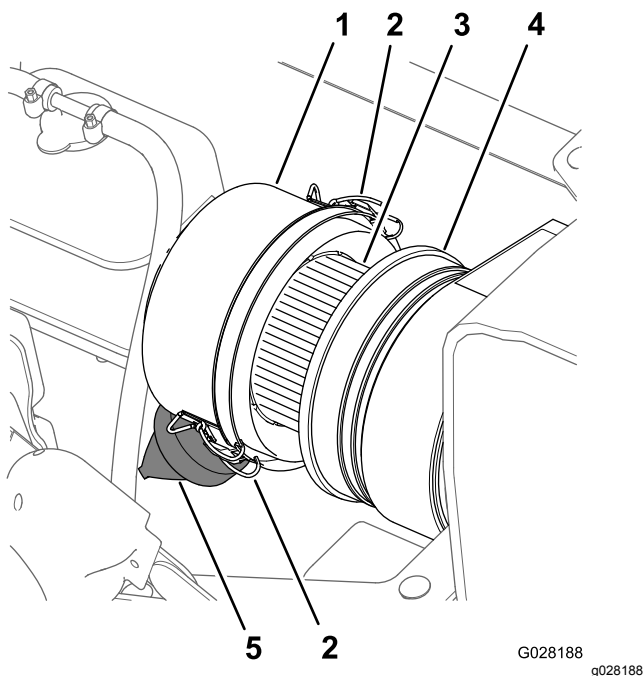
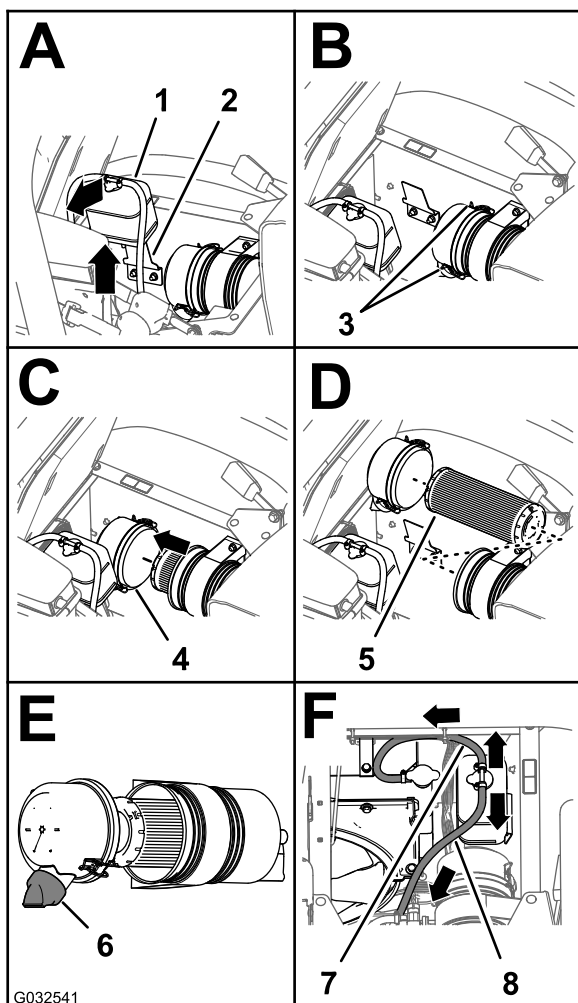

Figura 66
Figura 67
3. Pulite il coperchietto antipolvere e il corpo del filtro dell'aria (Figura 66).
4. Controllate il corpo del filtro dell'aria per escludere danni che possano causare una perdita d'aria (Figura 66).
5. Comprimete la valvola antipolvere per pulirla da sporcizia, polvere e detriti (Figura 66).
7. Verificate l'elemento del filtro dell'aria per escludere un eccessivo accumulo di polvere, sporcizia e detriti (Figura 66).
8. Montate il coperchietto antipolvere sul corpo del filtro dell'aria e fissatelo con i 2 fermi (Figura 66).
2. Pulite il coperchietto antipolvere e il corpo del filtro dell'aria (Figura 66).
3. Sollevate il serbatoio di troppopieno del refrigerante ed estraetelo dalla staffa di supporto del serbatoio (Figura 67).
- Allentate i 2 fermi che fissano il coperchietto antipolvere al corpo del filtro dell'aria (Figura 67).
- Pulite l'interno del coperchietto antipolvere, corpo del filtro dell'aria e valvola antipolvere con un panno umido (Figura 66 e Figura 67).
- Inserite l'elemento del filtro dell'aria nel corpo del filtro dell'aria (Figura 67).
- Montate il coperchio sul corpo del filtro dell'aria e fissatelo con i 2 fermi (Figura 67).
**Nota:** Assicuratevi che la valvola antipolvere sia allineata tra le posizioni a ore 5 e ore 7 vista dall'estremità (Figura 67).
- Allineate il serbatoio di troppopieno del refrigerante alla staffa di supporto del serbatoio e posizionate saldamente (Figura 67).
**Importante:** Assicuratevi che il flessibile di sfiato della pressione sia disposto in avanti e verso il basso e che il flessibile di sfiato del serbatoio sia disposto indietro, come illustrato nella Figura 67.